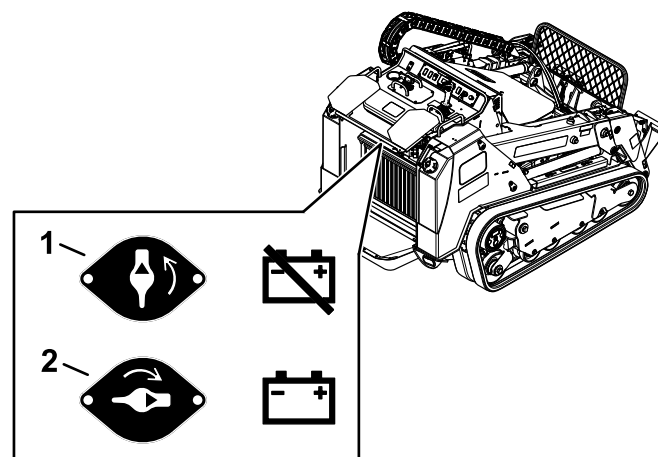

Figure 55
- Pour mettre la machine sous tension, tournez le coupe-batterie dans le sens horaire à la position SOUS TENSION (Figure 55).
- Pour mettre la machine hors tension, tournez le coupe-batterie dans le sens antihoraire à la position HORS TENSION (Figure 55).